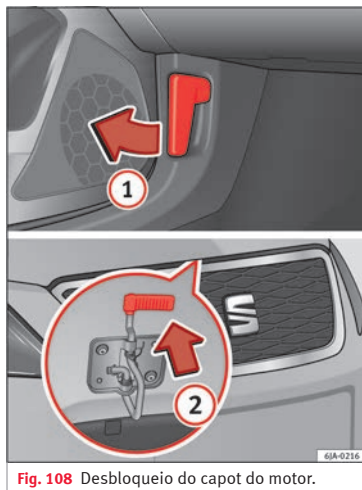

Fig. 108 Desbloqueio do capot do motor.
- Puxe o manípulo **1** » **Fig. 108** que se encontra debaixo do painel de instrumentos, no sentido indicado pela seta.
– Puxe a alavanca de segurança na direção da seta ② » Fig. 108, o capot desbloqueia-se.